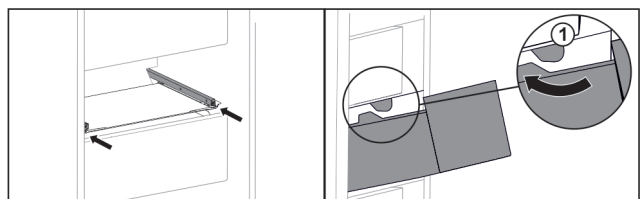

Fig. 47
- ▶ Обведите выдвижной ящик вокруг стопора Fig. 47 (1).